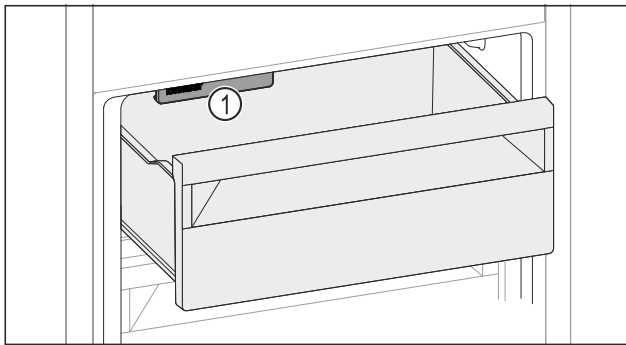

Fig. 115
- ▶ Tenga en cuenta el IceMaker Fig. 115 (1).